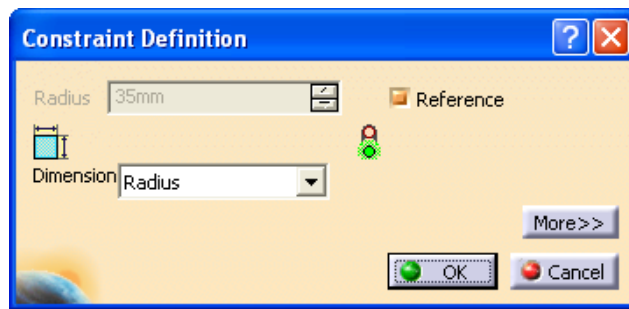

Рис. 75
8) Поле "Radius" ("Радіус") буде відключено, показуючи що значення тепер ґрунтується на зроблених в ескізі змінах (Рис. 75).